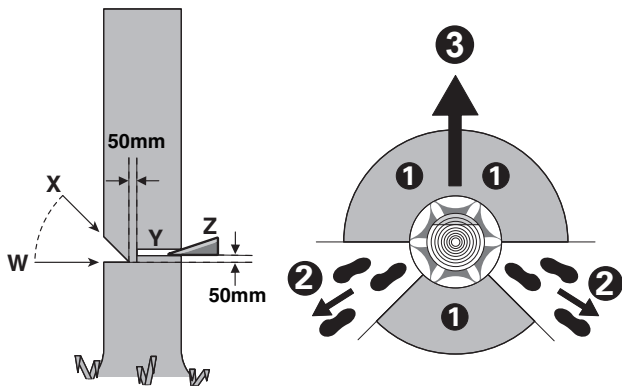

Bild 1
Flyktvägen bör gå bakåt och diagonalt relativt den bakre delen av den förväntade fallriktningen, så som visas på bild 1.
Gör skåran till 1/3 djup av trädets diameter, vinkelrätt mot fallriktningen, så som visas på bild 1. Såga först det undre vågräta riktskåret (W). Härvid undviks inklämning av sågkedja eller styrskena vid sågning av övre riktskär (X).
Gör fällskåret minst 50 mm högre än det horisontella riktskåret (Y), så som visas på bild 1. Fällskåret bör vara parallellt med riktskåret. Gör fällskåret endast så djupt att en brytmån blir kvar (brytlist) som fungerar som ett gångjärn. Brytmånen hindrar trädet från att vrida sig och falla i fel riktning. Såga inte av brytmånen.
När trädet börjar falla, ska kedjesågen tas ur skåret, fränkopplas och läggas bort samt den som sågat ska lämna riskområdet via planerad reträttväg (②). Se till att du inte snavar över grenar och kvistar som fallit ned. (Se Bild 1)